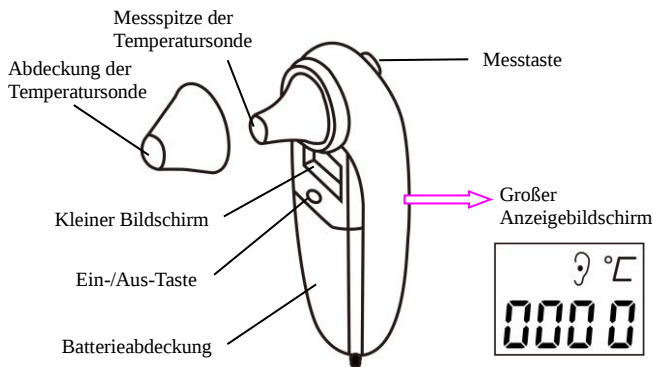

Abbildung 3.2 Die Infrarot-Temperatursonde
Die Infrarot-Temperatursonde ist wie in Abbildung 3.2 dargestellt.
2. Wenn der Bildschirm wie in Abbildung 3.2 groß angezeigt wird und die Temperatureinheit „°C“ blinkt, kann der Benutzer mit der Messung beginnen.